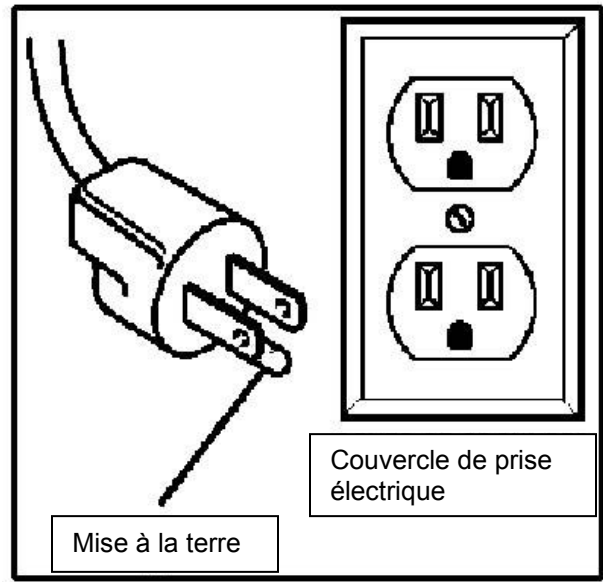

Figure 1
• Cette table de cuisson comprend un allumage électrique gratuit pour une économie et efficacité d'énergie. Cela fonctionne à 120 volts, source de courant 60 Hz. Un circuit séparé, protégé par un fusible temporisé de 15 ampères ou par un disjoncteur, est nécessaire. Pour votre sécurité personnelle, la table de cuisson doit être correctement mise à la terre. Une broche à 3 prises correctement mise à la terre (voir Figure 1) doit être située 12" en-dessous du comptoir et à portée de la rallonge de quatre pieds de la table de cuisson. Pour une protection maximale, le cordon d'alimentation doit être connecté dans une